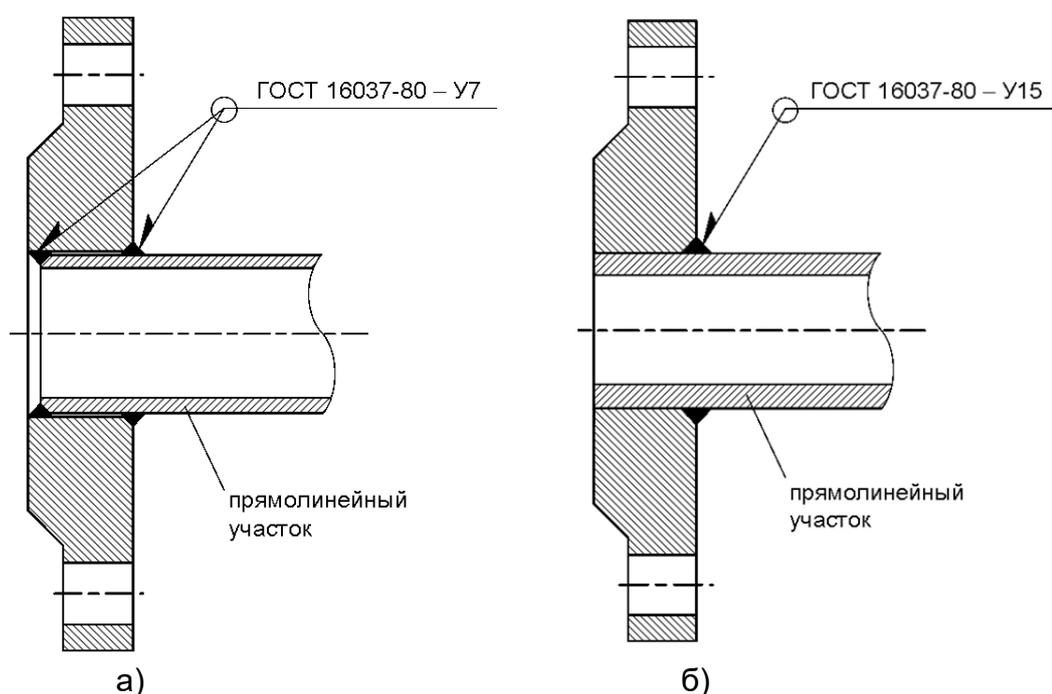

Рис.3. Сварка фланцев с прямыми отрезками трубопровода.
3.3.2.2. При изготовлении сборно-сварной конструкции используются плоские приварные фланцы по ГОСТ 33259 на давление 2,5 МПа. Сварка фланцев с прямыми отрезками труб (рис.3) осуществляется в соответствии с ГОСТ 16037.
При сварке фланца, приведенного на рис.3б, используются трубы сортамента по ГОСТ 8732 только из табл.3.
3.3.5.1. Установить расходомер таким образом, чтобы ось стойки блока измерения располагалась в вертикальной плоскости с отклонением не более 30° (см. рис.3), а стрелка на ППР совпадала с направлением потока жидкости.